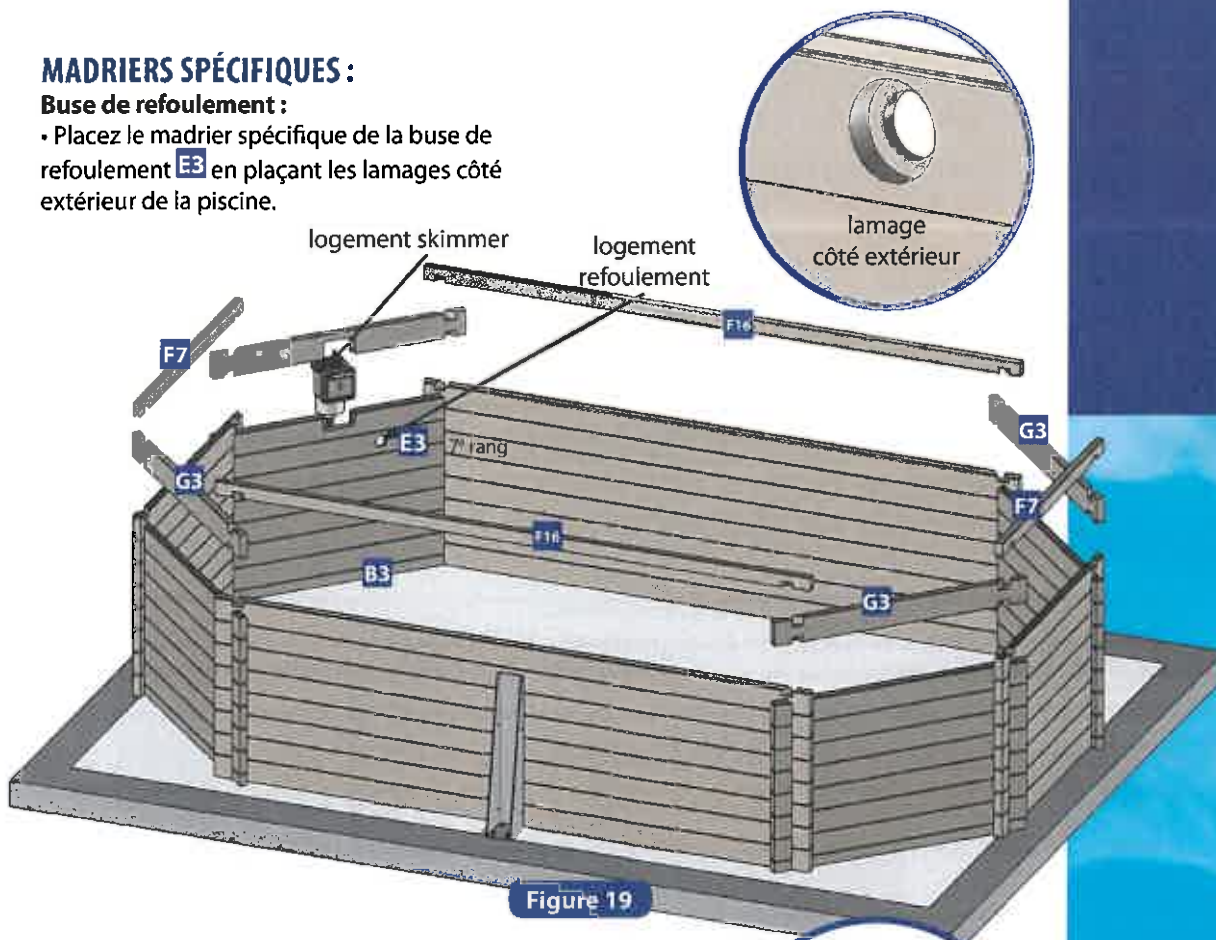

Figure 19
- Placez les madriers spécifiques au skimmer face aux vents dominants. Les madriers **C3** et **D3** se positionnent toujours sur un pan commençant par un madrier **B3** (figure 19).